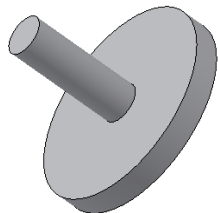

图 4-69 创建一个轴零件
下面我们讲解一下图 4-69 中所示的自适应轴套零件的在位创建。
(1) 新建一个部件文件,并且创建一个轴零件,如图 4-69 所示。